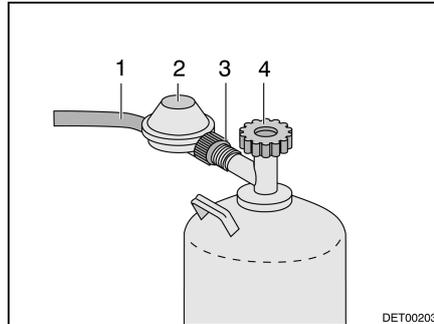

Bild 36 Anschluss Gasflasche
- Haupt-Absperrventil (Bild 36,4) an der Gasflasche schließen. Pfeilrichtung beachten.
- Gasdruckregler (Bild 36,2) festhalten und Rändelmutter (Bild 36,3) öffnen (Linksgewinde).
- Gasdruckregler mit Gasschlauch (Bild 36,1) von der Gasflasche abnehmen.
- Gasdruckregler (Bild 36,2) mit Gasschlauch (Bild 36,1) an die Gasflasche ansetzen und Rändelmutter (Bild 36,3) von Hand fest zudrehen (Linksgewinde).